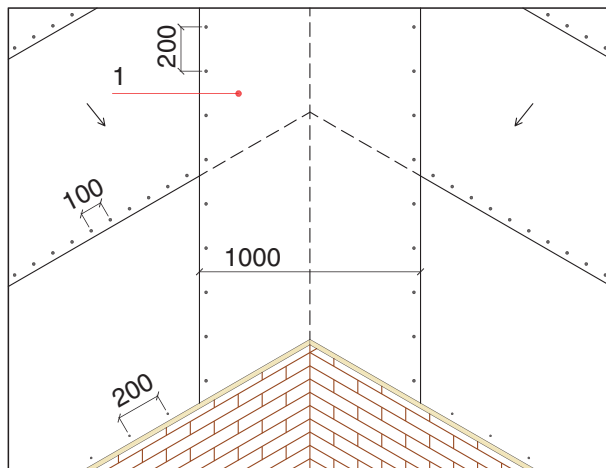

Рис. 4
1.5.1. Для гидроизоляции ендовы используется два вида ковров. Ендовый ковер ICOPAL Pinta Ultra, соответствующий цвету битумной черепицы, используется в качестве верхнего ковра, дополнительный слой подкладочного ковра ICOPAL K-EL/FEL'X — в качестве нижнего. Предварительно подкладочные ковры, подходящие к ендове от скатов, на стыке обрезаются в направлении вдоль ендовы. Подкладочный ковер ICOPAL K-EL/FEL'X укладывается вдоль оси ендовы и крепится к основанию кровельными гвоздями с интервалом 200 мм. Pinta Ultra укладывается вдоль оси ендовы, края рулона крепятся кровельными гвоздями с интервалом 100 мм (Рис. 4).